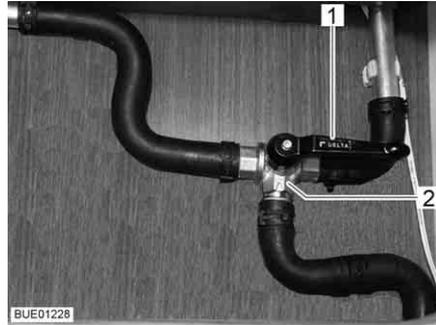

Bild 138 3-Wege-Ventil
- Den Hebel (Bild 138,1) des 3-Wege-Ventils (Bild 138,2) parallel zur geraden Durchflussrichtung (Bild 138) stellen.
- Den Hebel (Bild 138,1) des 3-Wege-Ventils (Bild 138,2) quer zur geraden Durchflussrichtung stellen.